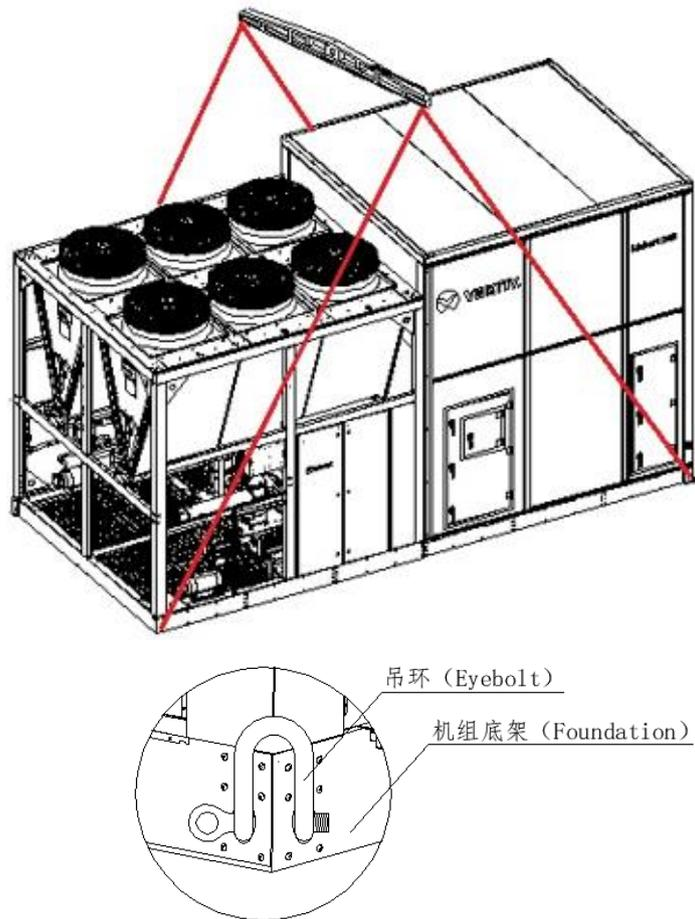

图2-9 整机安装吊装示意图
- 2、如图 2-9 所示, 将整机吊装到最终固定位置。吊装时需确认机组送回风口方向要跟机房设计的送回风管方向一致。